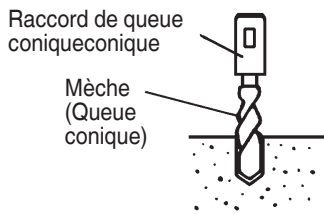

Fig. 12
(1) Installer la mèche à queue conique dans le raccord de queue conique. (Fig. 12)